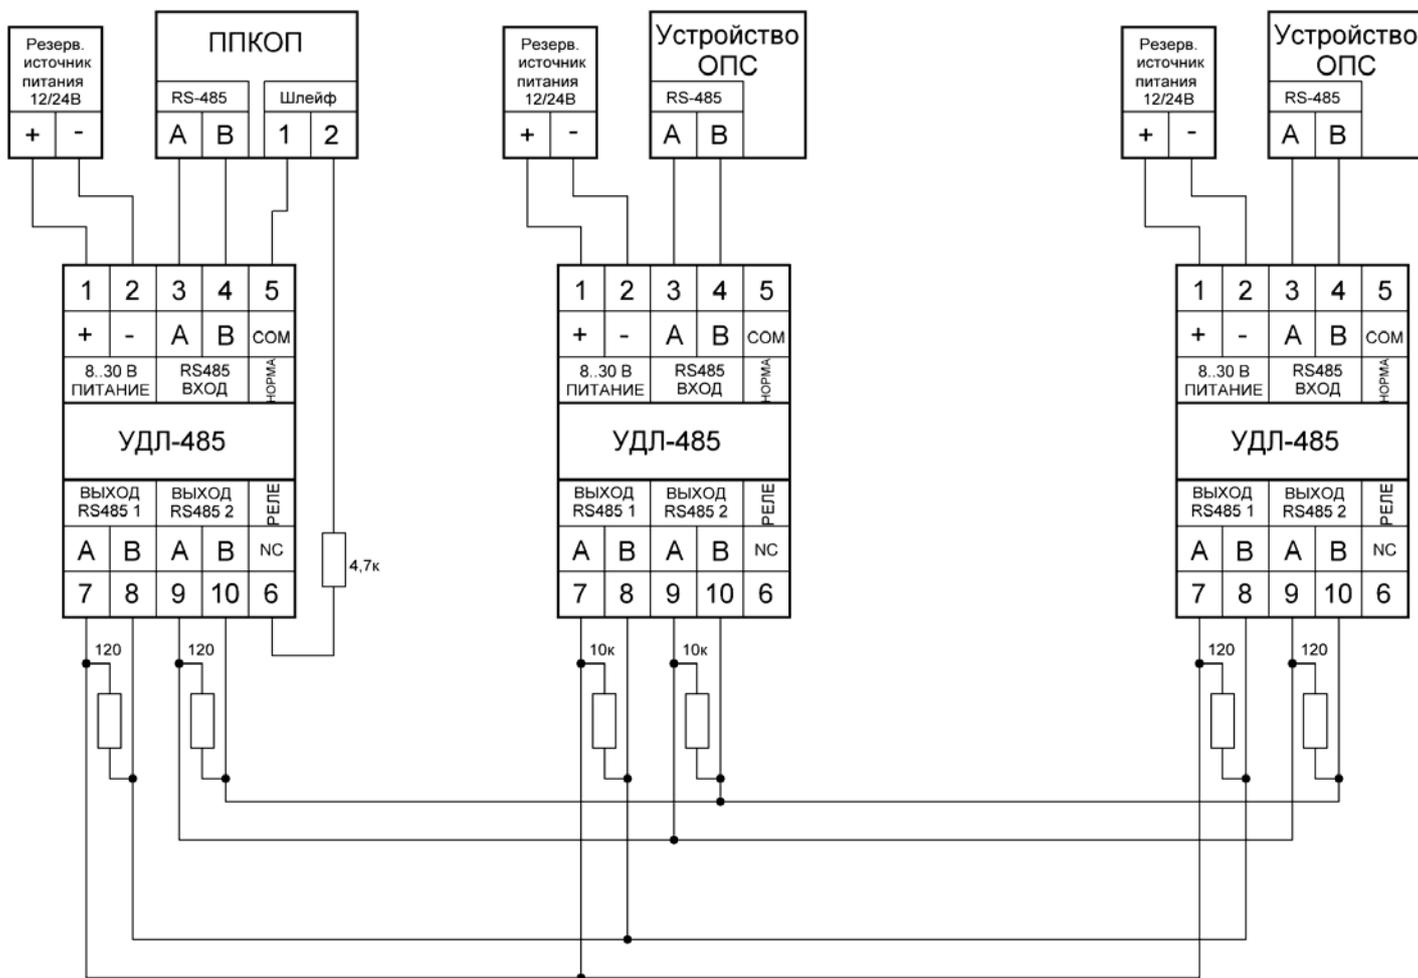

Рис. 2. Схема подключения УДЛ-485.
7.2 Произвести подключение устройств по схеме согласно рис.2.
В случае необходимости контроля целостности линии связи следует подключить выход устройства «РЕЛЕ НОРМА» к технологическому шлейфу сигнализации согласно схеме на рис.2.
Примечание. Для корректной работы УДЛ-485 на каждом выходе интерфейса связи должны быть установлены **нагрузочные резисторы сопротивлением 10 кОм ±5%, а на оконечных устройствах в линии вместо них оконечные резисторы сопротивлением – 120 Ом ±5%. (см. рис.2.)**